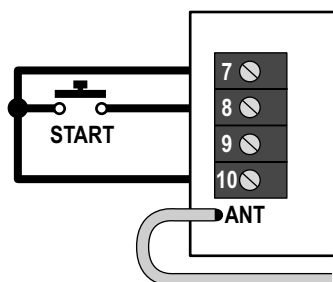

Fig.2
1. Brancher le bouton-poussoir comme indiqué dans la Fig. 2
2. Brancher un bouton-poussoir N.O. comme indiqué dans la Fig. 2